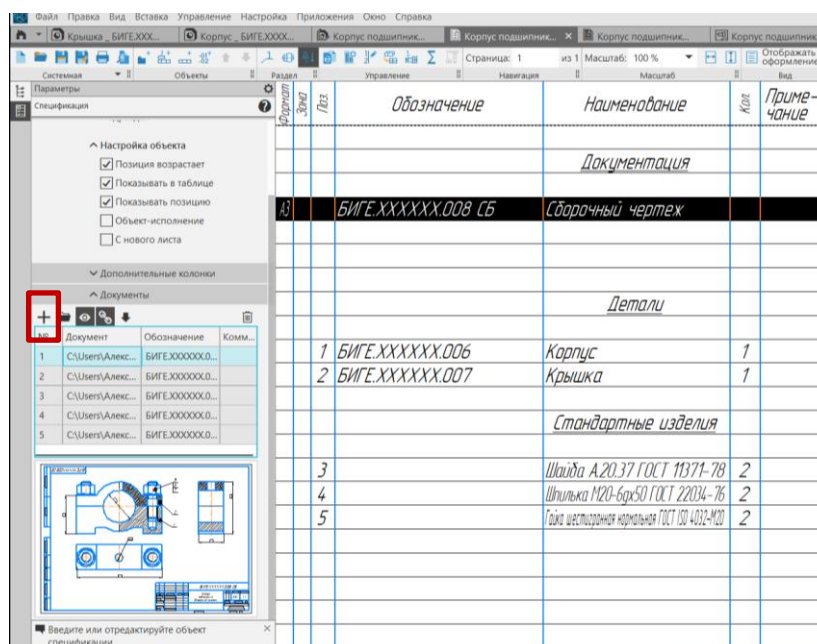

Рис. 7 Команда «Добавить документ»
- **Дерево документа – Параметры – Документы – Добавить документ**  – указать файл сборочного чертежа (рис. 7).